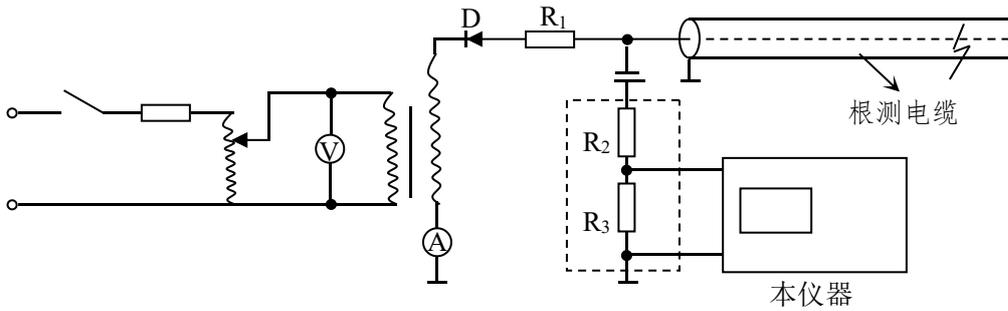
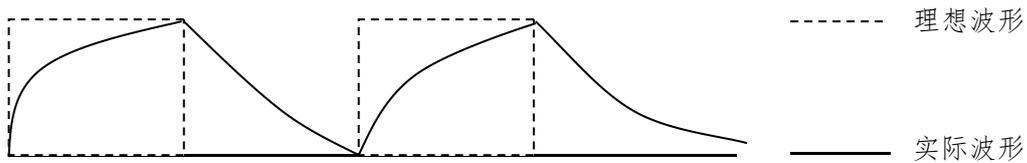

图 2 直流高压法测试原理图
图 3 直流高压法波形图
当故障电阻极高，尚未形成稳定电阻通道之前，可利用逐步升高的直流电压施于被测电缆。至一定电压值后故障点首先被击穿，形成闪络，利用闪络电弧对所加入电压形成短路反射，反射回波在输入端被高阻源形成开路反射。这样电压在输入端和故障点之间将多次反射，直至能量消耗殆尽为止。测试原理线路图如图 2 所示，线路的反射波形如图 3 所示。
5) 接通仪器电源，屏幕出现视窗。然后逐步调节调压器升高测试电压，当故障点产生闪络现象时，毫安表中电流突然增大，电压表指针抖动。显示屏上应出现 4.2 中图 3 所示波形。由图 3 可知， $t_1 \sim t_2$  间为故障距离。